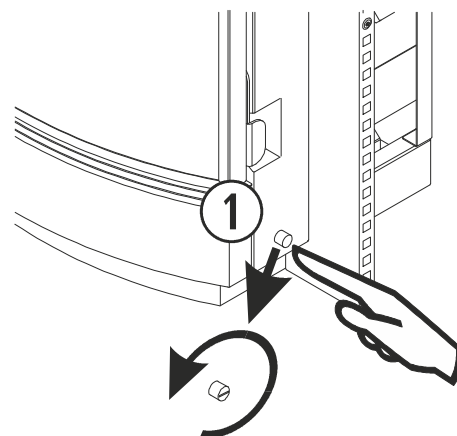

Figura 27
- 6.11.** Nel caso in cui il motore riduttore non giri e il visualizzatore indichi gli impulsi, la prima cosa che dobbiamo fare è scollegare la stufa e verificare se il termostato di sicurezza è attivato. *Con la stufa scollegata*, controllare il termostato di sicurezza che si trova all'interno della stufa. Troveremo i termostati di sicurezza e riarmo nei modelli di stufa, accedendo sempre dal laterale destro (aprire la porta laterale destra). Uno montato sulla camera di combustione e l'altro nella parte inferiore del serbatoio. Nei modelli ad incasso, il termostato del serbatoio mantiene la posizione bassa del serbatoio, ma il termostato di sicurezza relativo alla camera di combustione si può attivare dall'esterno dell'incastro, svitando il tappo che lo protegge. Nel modello ad incasso *ECO III insert* (figura 27), lo troviamo nella parte inferiore del laterale destro. Invece, nel modello *Córdoba*, si accede al termostato aprendo la porta del focolare, nel laterale destro, sopra al sistema di chiusura della porta. Per attivarlo si deve premere il bottone, se il termostato è attivato sentirà un "clic". Se il termostato di sicurezza era già stato attivato in precedenza, consultate il suo fornitore.
① Termostato de seguridad y rearme.